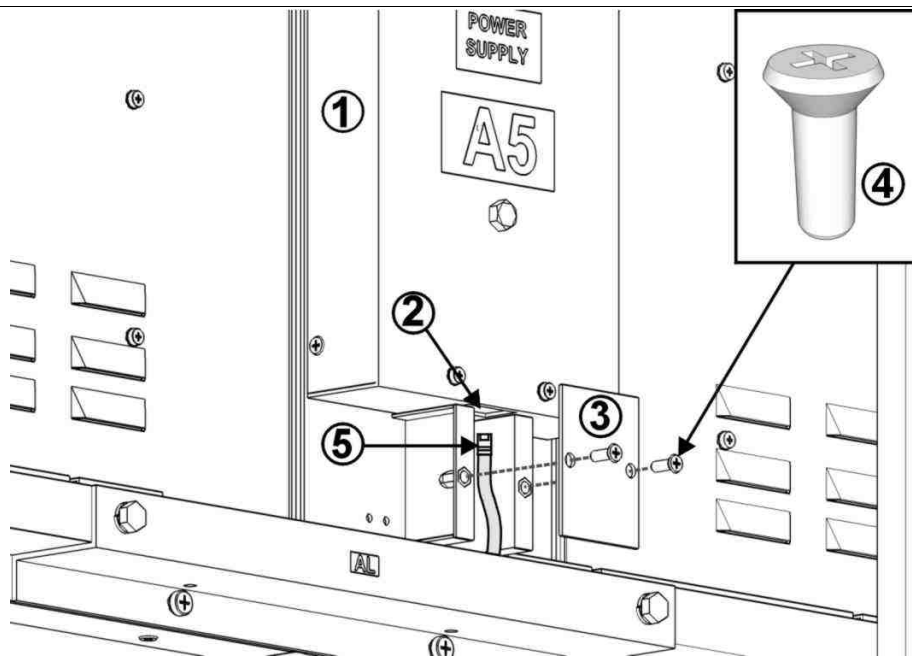

Fig. 10: Vue arrière du module POWER SUPPLY
2. Desserrez les deux vis **M5x16** et ôtez le couvercle du canal d'entrée des câbles, qui se trouve dans la partie inférieure du module **POWER SUPPLY** (voir Fig. 10), afin de voir l'ouverture à travers laquelle il faudra introduire tous les câbles. Introduisez, un par un et sur toute la longueur possible, tous les câbles des différents modules. Si le **récepteur radio** est inclus, introduisez son câble également, autrement introduisez environ 40cm du câble de transmission de données série fourni avec l'appareil (longueur 5m), puis fermez à nouveau le couvercle du canal d'entrée des câbles.